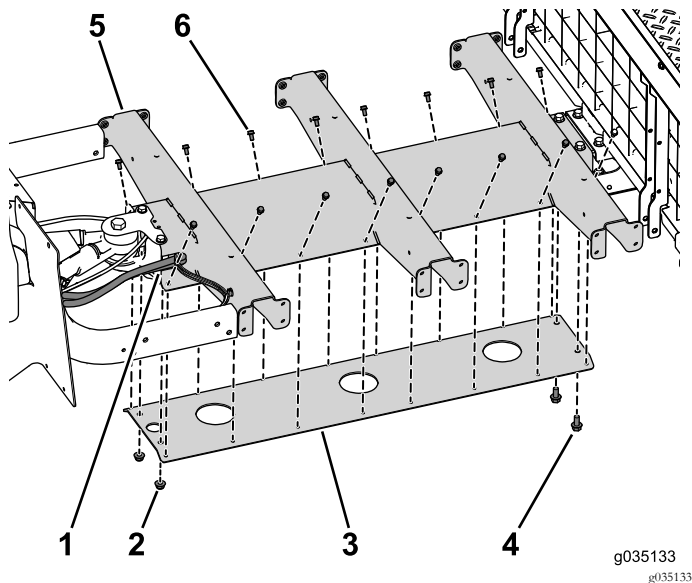

Figura 79
2. Instale sem apertar os dois parafusos ($3/8 \times 3/4$ pol.), 16 parafusos ($1/4 \times 1/2$ pol.) e as duas porcas flangeadas ($3/8$ pol.) para prender a placa inferior ao canal central (Figura 79).